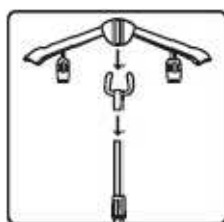

fig.7
2. Introduzca verticalmente la percha en el soporte para cabeza hasta que esté bien fijada. (fig.7)
3. Introduzca el grupo soporte y percha verticalmente en la parte superior de la varilla. (fig.7)